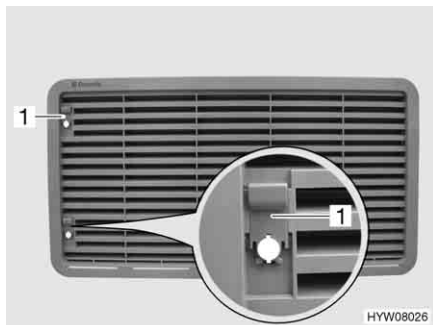

Bild 157 Kylskåpets ventilationsgaller (med spjäll)
- Skjut upp spjället (Bild 157,1).